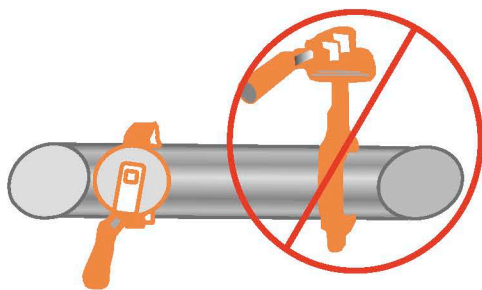

Рисунок 4
2.8. Для уменьшения износа седлового уплотнения и увеличения срока службы поворотный затвор рекомендуется устанавливать в горизонтальном положении штока ($\pm 30^\circ$), особенно при применении затворов в средах, содержащих абразивные частицы (Рис. 4).